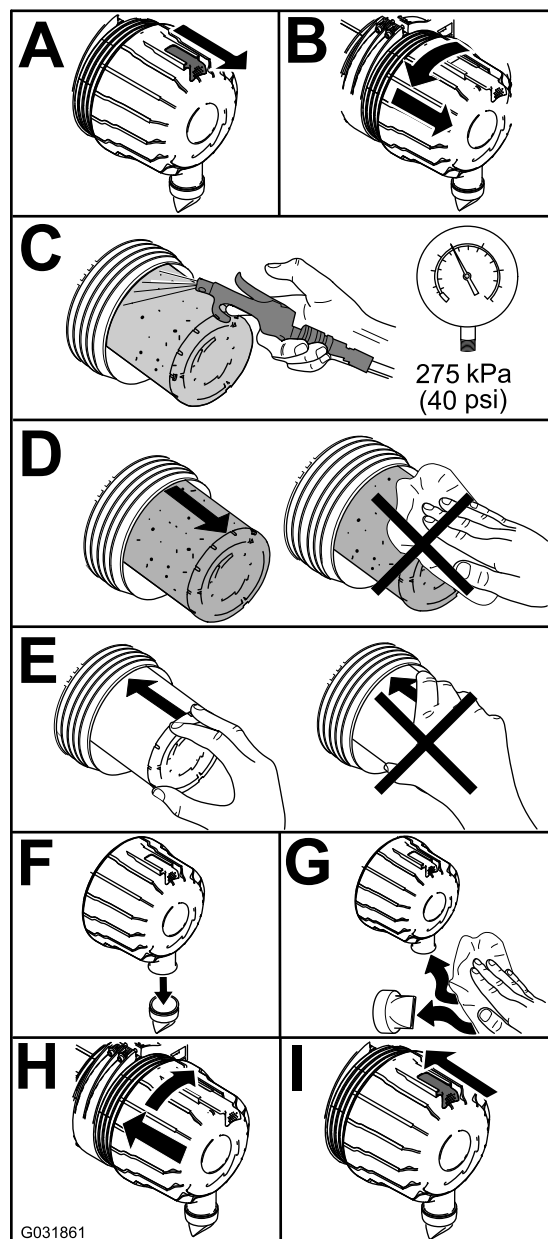

Figura 70
1. Cambie el limpiador de aire (Figura 70).